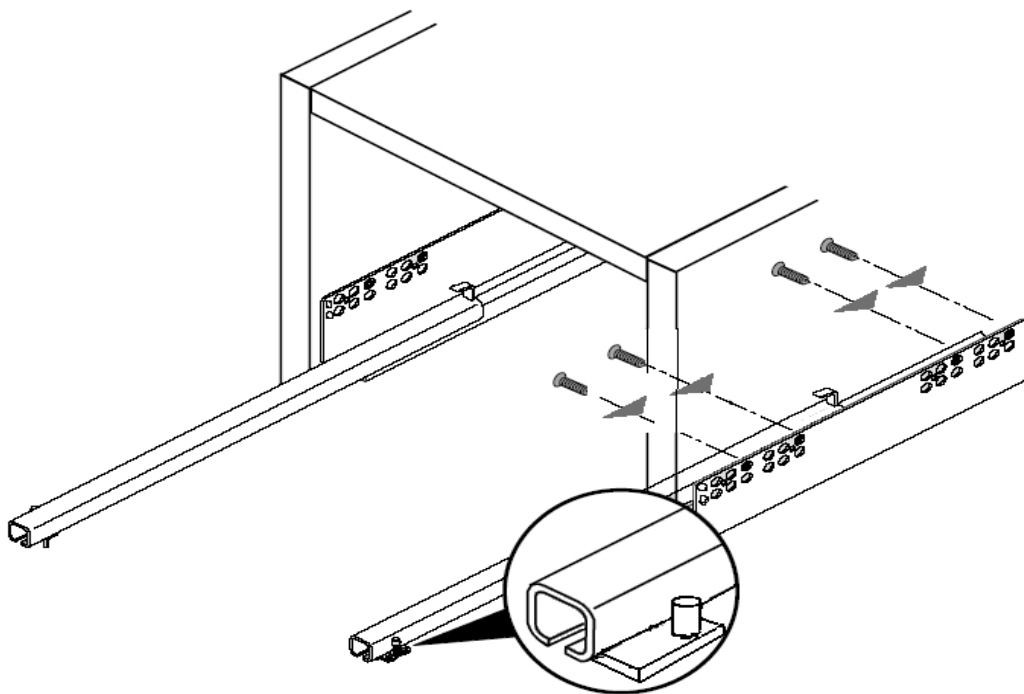

Рис. 2
4. На стенки (7), (8) и перегородку (5) установить направляющие ящиков с помощью крепежных шурупов 6,3x10,5мм, при установке направляющих - первое отверстие на боковой стенке совместить с четвертым отверстием в верхнем ряду на направляющей (рис.2).
5. Установить подпятники на нижние торцы боковых стенок (2) и (3).